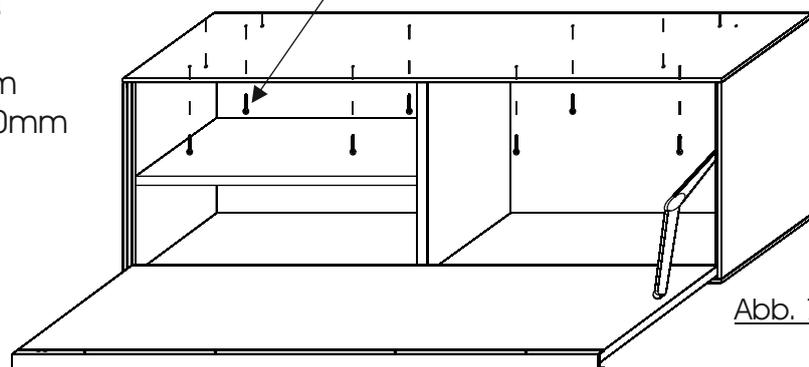

Abb. 7
- Verschrauben Sie von innen das Sitzpolster mit dem Oberboden. Verwenden Sie hierfür die $\text{\O}5 \text{mm}$ Durchbohrungen und die $\text{\O}4 \times 30 \text{mm}$ Schrauben. (Abb. 7)